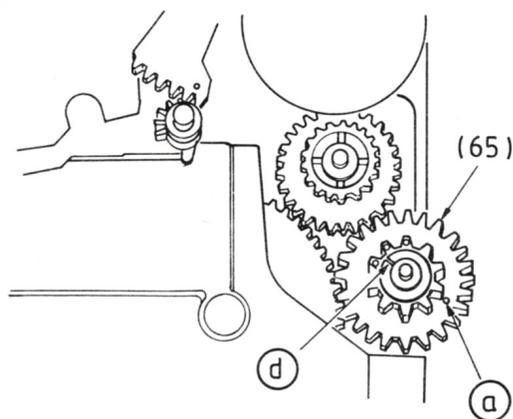

Fig. 7
- Repérer le trou (a) ou l'encoche d sur le pignon (65) (Fig.7).
- Tourner le volant cabestan dans le sens des aiguilles d'une montre jusqu'à ce que le pignon (65) ait effectué un tour complet (Fig.7).